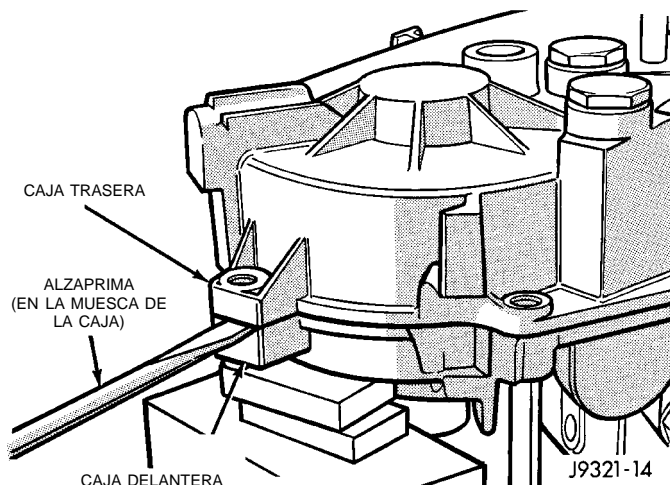

Fig. 25 Cómo aflojar la caja trasera
(3) Afloje la caja trasera con un destornillador de punta plana para romper el reborde de sellante. Inserte la punta del destornillador únicamente en las muescas provistas en cada extremo de la caja (Fig. 25).